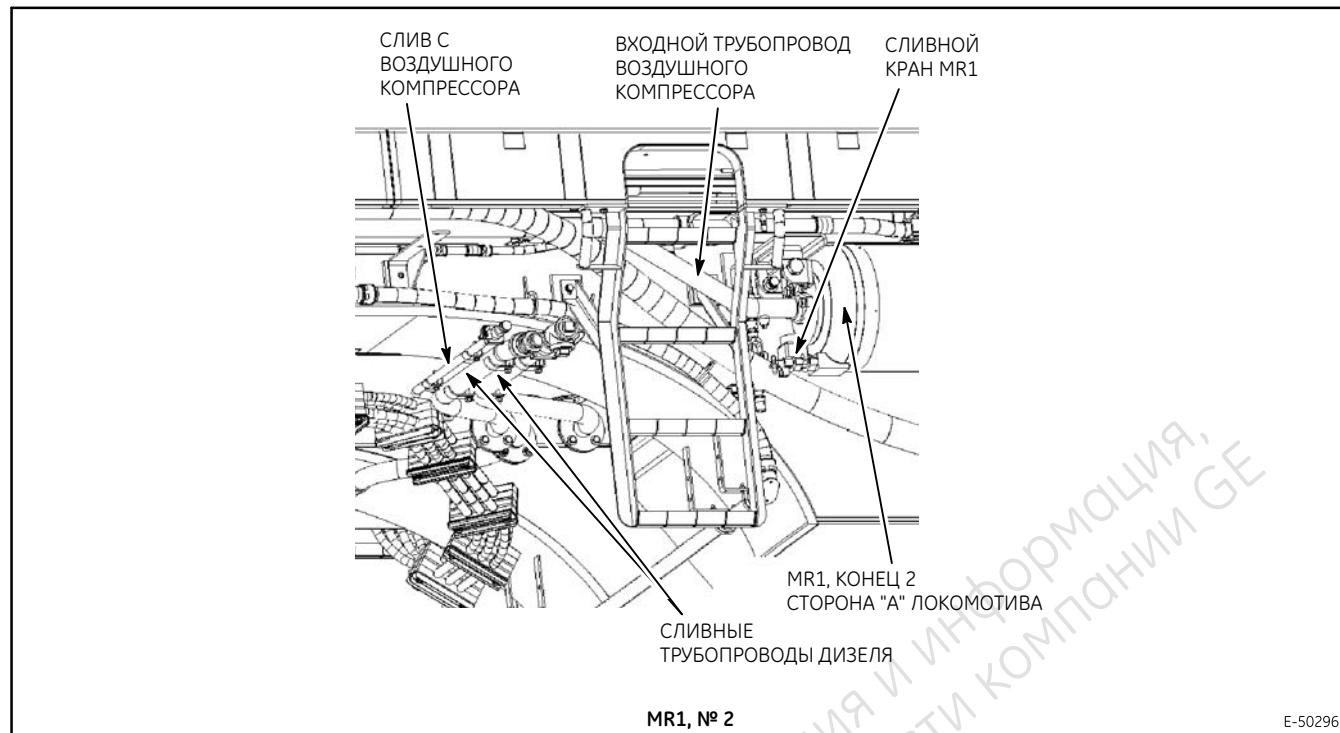

Figure 11. Расположение сливных трубопроводов.
3. Снимите пробки со сливных трубопроводов масляной системы, расположенных под рамой (Figure 11). Подготовьте емкости или систему шлангов для сбора слива масла.